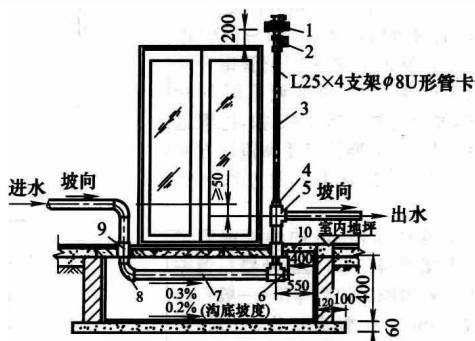
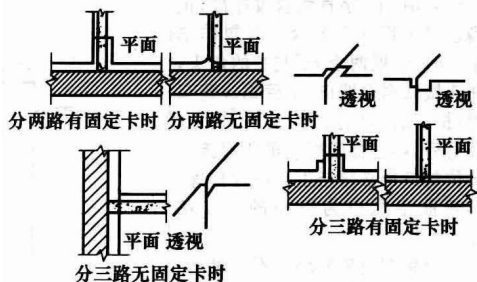

图 1-1 采暖管道过门处理示意图
图 1-2 暖气干管过墙安装分路做法
①清理现场,核对各项预留槽洞及预埋件的坐标、标高,不合适的应及时调整修正
②安装卡架,按设计要求或规定间距按管道坡度、坡向拉线安装
③先把管子选好调直,清理好管膛,将管按顺序运到安装地点。干管安装应从进户或分支路点开始。管道在地上明设时,可在底层地面上沿墙敷设,过门时设地沟或绕行,如图 1-1 所示。干管过墙安装分路时,应按图 1-2 所示的方法进行。管道穿过墙体、楼板、伸缩缝或过沟处,必须先穿好套管。穿墙套管如图 1-3 所示。水平干管应按排气要求采用偏心变径,变径位置不宜大于分支点 300mm。干管变径如图 1-4 所示